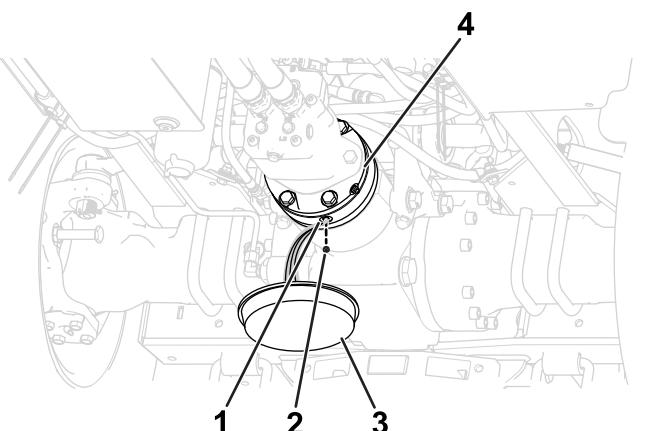

Figure 105
1. Placez un bac de vidange sous le frein hydraulique (Figure 105).
2. Retirez le bouchon de vidange de l'orifice de vidange (Figure 105).
4. Remettez le bouchon dans l'orifice de vidange (Figure 105).